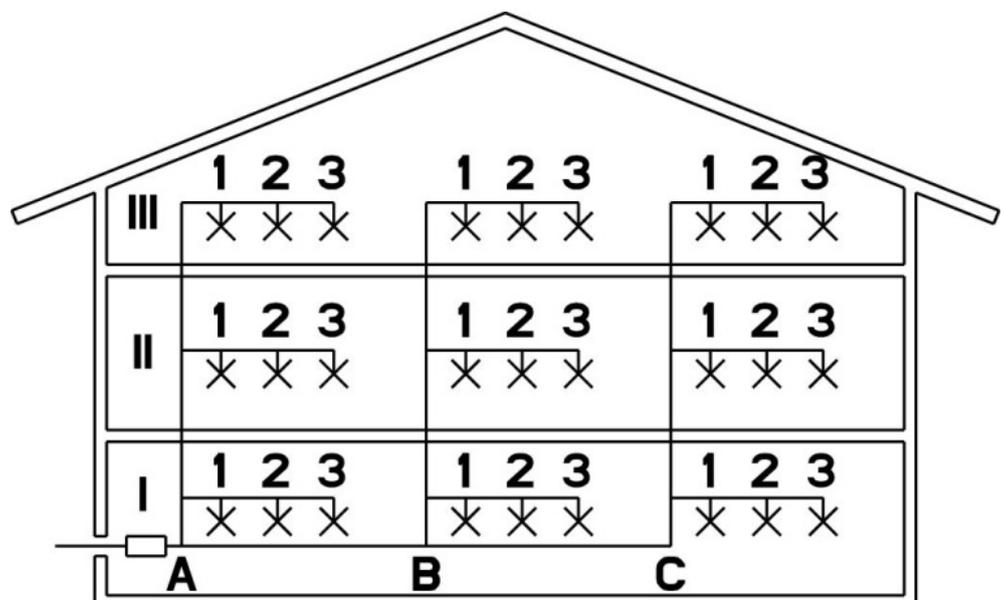

Fig. D-16 : Ordre de lavage des lignes de montage
8. Déterminer l'ordre de lavage. L'ordre de lavage doit être réalisé en partant de point de prélèvement le plus proche au point le plus éloigné. Les conduites montantes doivent donc être lavées dans l'ordre en commençant par A, puis B, puis C. Les conduites des étages sont lavées en commençant par I, puis II, puis III comme les conduites des étages commençant par 1, puis 2, puis 3 afin que les impuretés puissent être évacuées de l'installation par la voie la plus courte, voir fig. D-16.
6. Ouvrir les points de prélèvement conformément à l'ordre de lavage selon fig. D-16, pos.